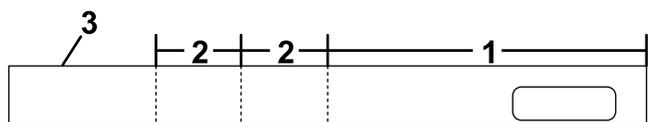

Figure 10
1. Coupez la bande comme montré à la Figure 10.